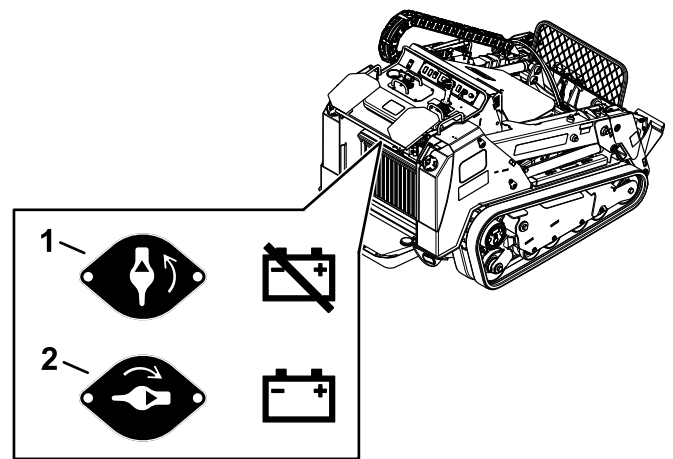

Figura 60
- Para suministrar energía eléctrica a la máquina, gire el interruptor de Desconexión de la batería en sentido horario a la posición de ENCENDIDO (Figura 60).
- Para interrumpir el suministro de energía eléctrica de la máquina, gire el interruptor de Desconexión de la batería en sentido antihorario a la posición de APAGADO (Figura 60).